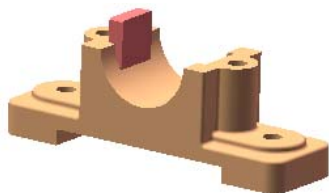
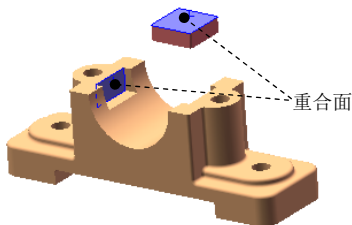
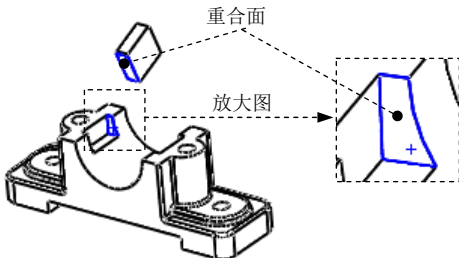
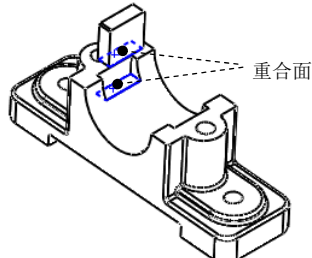

图 4.12.7 添加滑块零件
图 4.12.8 选取重合面 1
图 4.12.9 选取重合面 2
图 4.12.10 选取重合面 3
Step4. 添加图 4.12.7 所示的滑块并定位。在设计树中右击  sleeve<1> 节点，在弹出的快捷菜单中单击  按钮，隐藏轴套零件；选择下拉菜单 **插入(I)** → **零部件(P)** →  **现有零件/装配体(E)** 命令，系统弹出“插入零部件”窗口，单击“插入零部件”窗口中的 **浏览(B)...** 按钮，在弹出的“打开”对话框中选取 chock.SLDPRT，单击 **打开(O)** 按钮，将零件放置于图 4.12.8 所示的位置；选择下拉菜单 **插入(I)** →  **配合(M)** 命令，系统弹出“配合”窗口，单击 **标准配合(A)** 窗口中的  按钮，选取图 4.12.8 所示的两个面为重合面 1，单击快捷工具条中的  按钮；操作方法参照上一步，重合面 2 如图 4.12.9 所示；操作方法参照上一步，重合面 3 如图 4.12.10 所示；单击“配合”窗口的  按钮，完成零件的定位；在设计树中右击  sleeve<1>，在弹出的快捷菜单中单击  按钮，显示轴套零件。